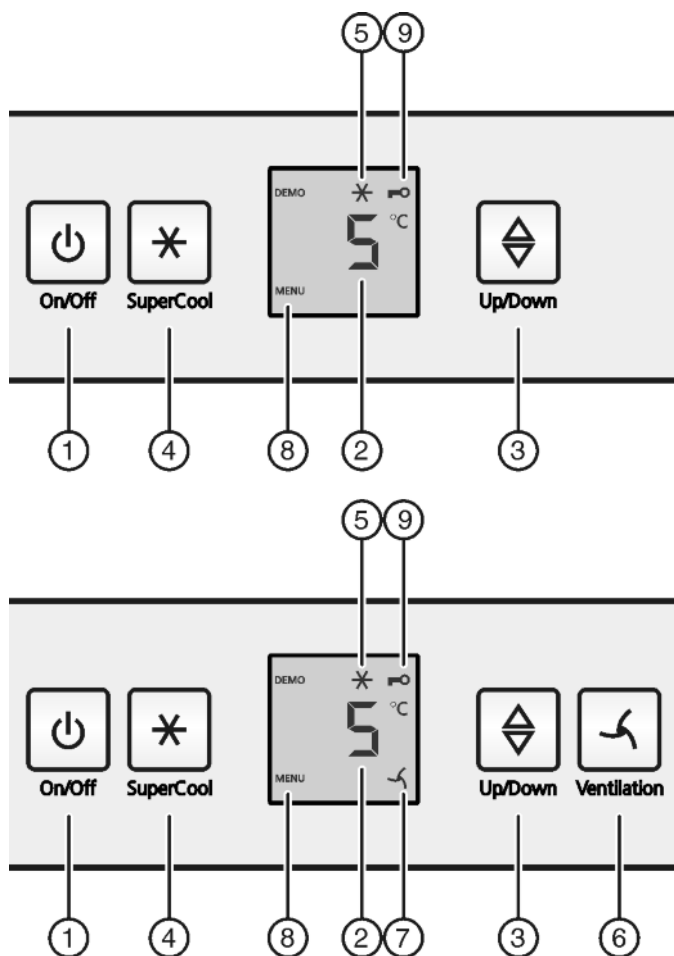

Fig. 2
- ▶ Appuyez sur la touche marche/arrêt Fig. 2 (1).
- ▶ Appuyer env. 5 secondes sur la touche SuperCool Fig. 2 (4).
- ▷ Le symbole Menu Fig. 2 (8) apparaît dans l'affichage.
- ▶ Confirmer brièvement avec la touche SuperCool Fig. 2 (4).
- ▷ Le symbole Sécurité enfants Fig. 2 (9) s'allume dans l'affichage.
- ▶ Appuyer brièvement sur la touche On/Off Fig. 2 (1).
- ▶ Appeler la fonction de température : appuyer sur la touche de réglage Fig. 2 (3).
- ▶ Modifier la température par incrément de 1 °C : appuyer sur la touche de réglage Fig. 2 (3) jusqu'à ce que la température souhaitée apparaisse dans l'affichage de température.
- ▶ Appuyer brièvement sur la touche SuperCool Fig. 2 (4).
- ▷ Le symbole SuperCool Fig. 2 (5) s'allume dans l'affichage.
- ▷ Le symbole SuperCool Fig. 2 (5) s'éteint dans l'affichage.